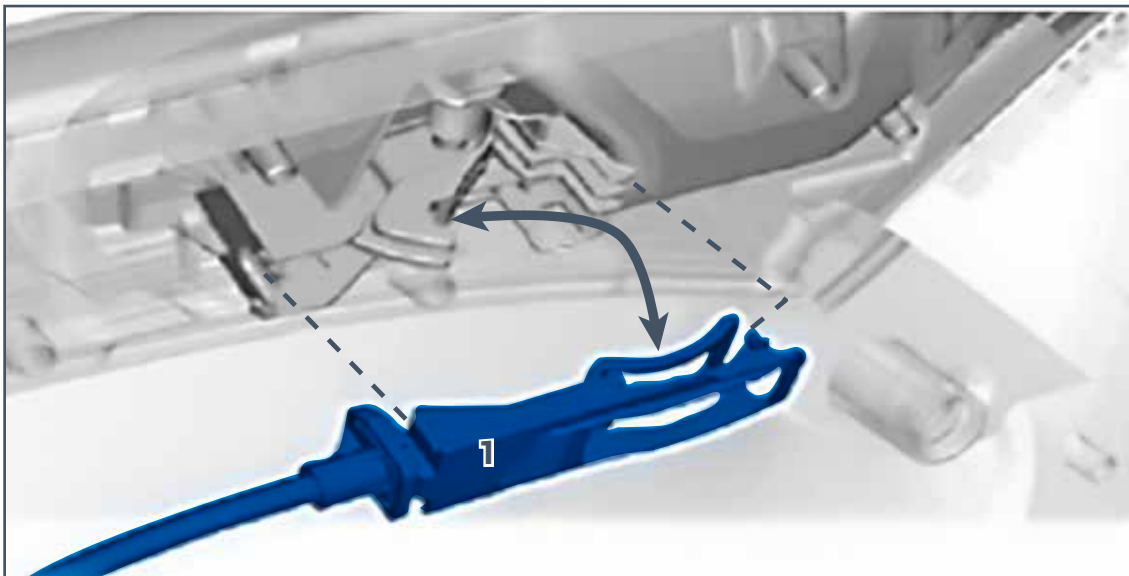

Fig. 12
7.1.4 Sganciare il cavo di comando dell'apertura della portiera (Fig 12 punto 1).